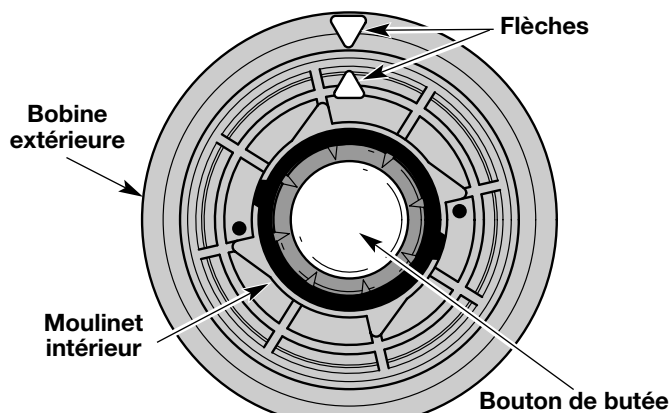

Fig. 8
2. Alignez la flèche du moulinet intérieur avec celle de la bobine extérieure (Fig. 8).